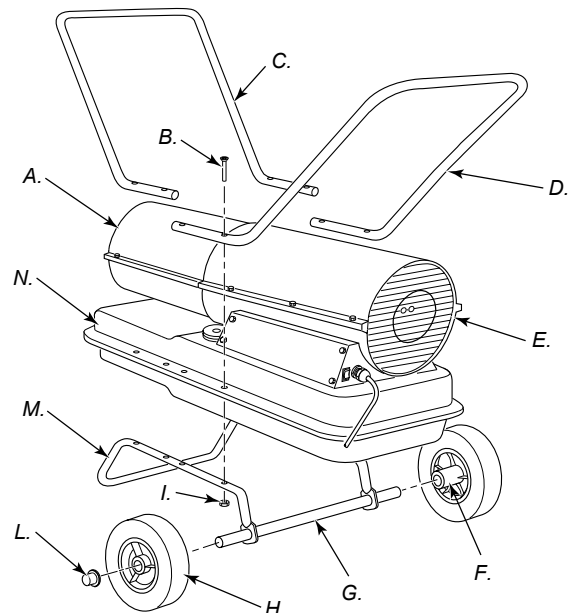

Abbildung 3 – Rad- und Handgriffmontage.
1. Die Achse durch den Radstützrahmen schieben. Die Räder an der Achse befestigen. **WICHTIG:** Bei der Montage der Räder muß die verlängerte Radnabe in Richtung des Radstützrahmens zeigen (siehe Abbildung 3).